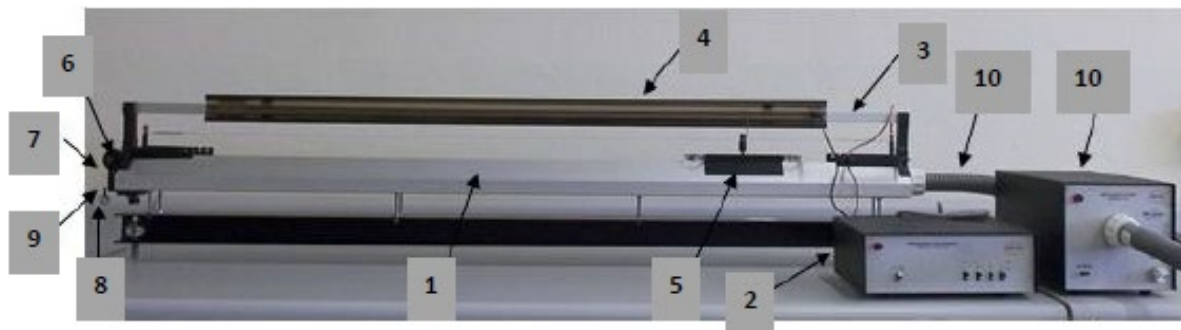

Figura 1. Instalación del Equipo.
1. Instale el equipo como se muestra en la figura 1.